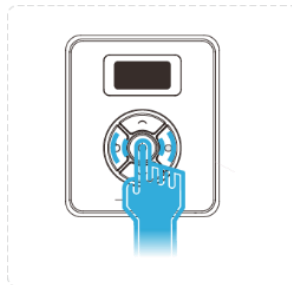

图 4.8 开机操作
**步骤 2** 按下 Magic Box 的开关键开机，如图 4.8 所示。